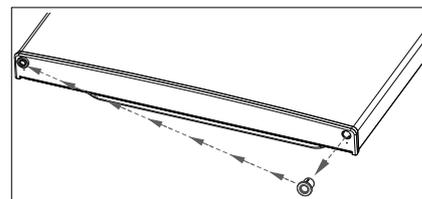

Fig. 10
- ▶ Flyt også hængselsbøsningen på frysekabsdørens underside til venstre side (fig. 10).